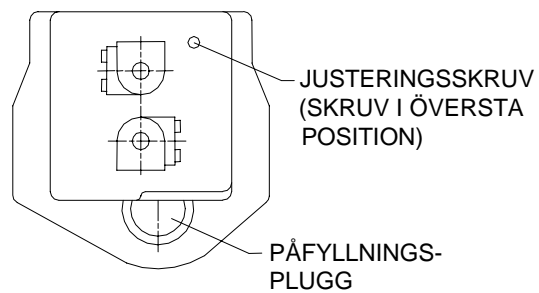

Fig. 3 VENTIL FRÅN OVAN
Fig. 3 ventil sett ovanifrån	sid 5
7. Påfyllningspluggen på framsidan av ventilens bottenstycke skruvas av, och det medsända pvc-röret och tratten sätts i hålet, se fig. 3.